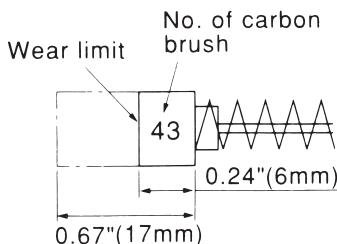

Fig. 4
## 4. Inspección de la escobillas (Fig. 4)
**NOTA:** Utilice las escobillas HITACHI Núm. 43 indicadas en la Fig. 4.